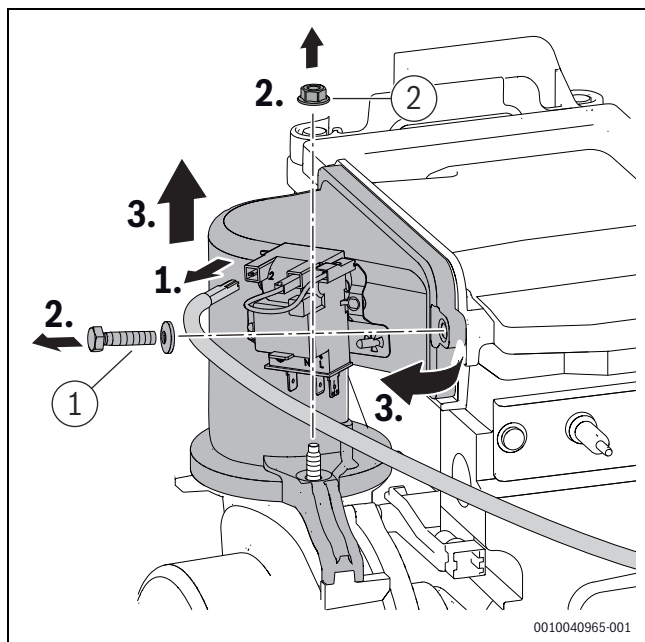

Fig. 59 Rimuovere il dispositivo di miscelazione
- ▶ Serrare la vite e il dado ([1] e [2], fig. 59) sul dispositivo di miscelazione con 5,5+0,5 Nm.